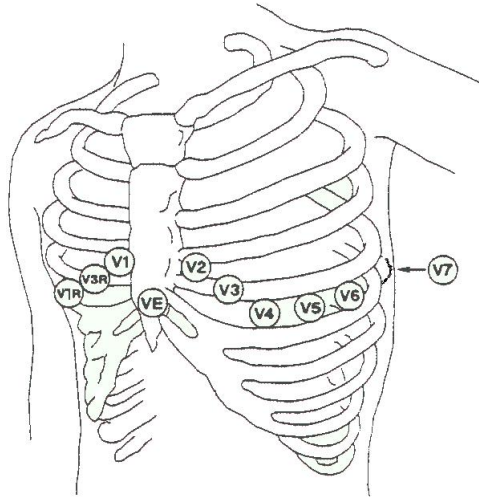

Fig. 7-3 Posición de colocación del electrodo de la derivación torácica para 5 derivaciones
- Para la configuración de 5 derivaciones, coloque el electrodo de la derivación torácica (V) en una de estas ubicaciones (consulte la Fig. 7-3):